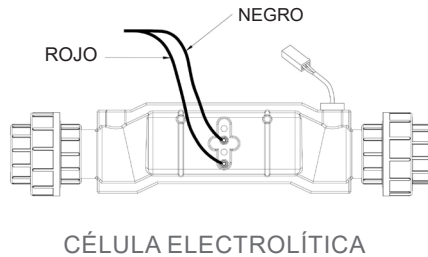

Figura 18
**Célula electrolítica:** Identifique los cables rojo y negro en su módulo de potencia. Conecte los cables rojo (+) y negro (-) del módulo de potencia a los terminales de la célula electrolítica asegurando un buen apriete de los tornillos del terminal (Figura 18).